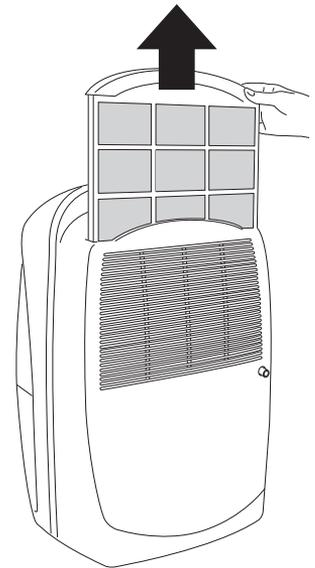

fig. 5
- Para quitar el filtro del aire, extraiga el filtro tirando de él (fig. 5).